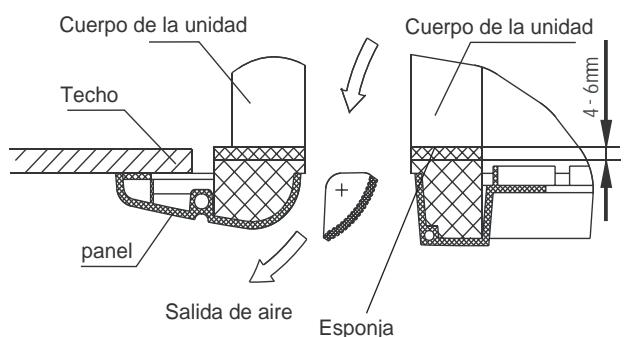

Fig.27
- Ajuste los cuatro pernos para mantener horizontal el panel, cierre los pernos hasta que el grosor de la esponja entre el cuerpo y el panel haya sido reducida a aproximadamente 4~6mm. (Fig.27)
- Cierre los pernos debajo de los ganchos del panel, hasta que el grosor de la esponja entre el cuerpo y el panel haya sido reducido a aproximadamente 4~6mm. (Fig.27)